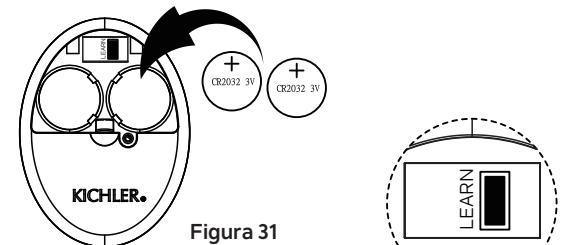

Figura 31
Paso 2. Instale dos baterías CR2032 de 3 V (se incluyen) con el lado + orientado hacia arriba. (**Figura 31**)